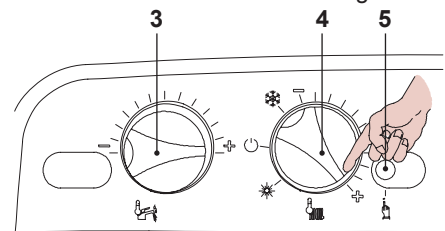

Fig. 7.18
- Ruotare il selettore 4 come in Fig. 7.18.